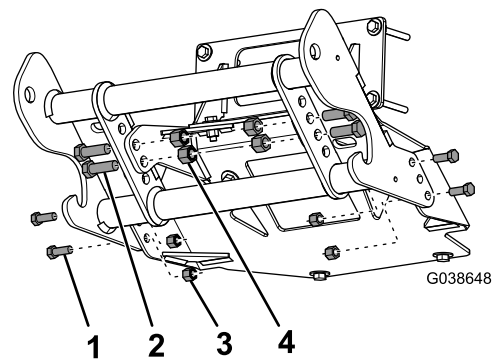

Figura 5
11. Monte la viga de empuje en la placa de protección del quitanieves usando 4 pernos (1/2"), 4 contratuercas (1/2"), 4 pernos (3/8") y 4 contratuercas (3/8"), como se muestra en Figura 5.